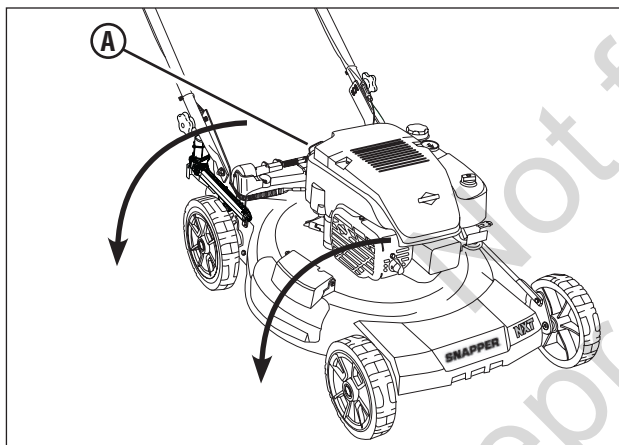

Figure 13 : Vidange de l'huile moteur
2. Enlever la jauge d'huile (**A, Figure 13**), puis basculer la tondeuse sur son côté. Permettre à l'huile de se vider du tube de remplissage d'huile dans un récipient approprié. Jeter l'huile usée de façon appropriée.